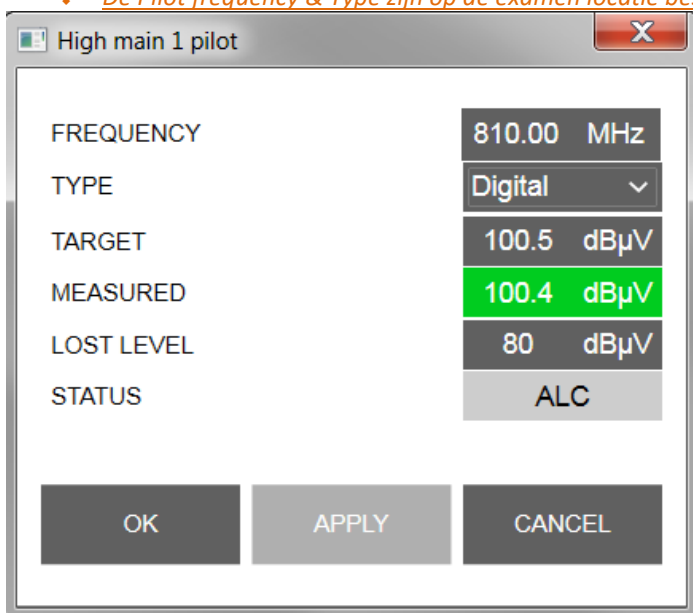

Fig. 9
- Dubbelklik op de in te stellen piloot, in het voorbeeld **High main 1**, nu verschijnt het dialoogvenster waarop de pilootwaarden kunnen worden ingegeven. (zie voorbeeld Fig. 9)